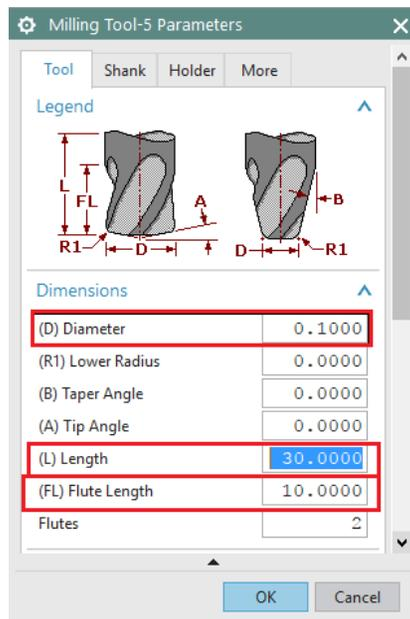

Figura 4.17 Milling Tool-5 Parameters
- A continuación, en la ventana **Milling Tool-5 Parameters**, realizar las siguientes modificaciones (Figura 4.17):